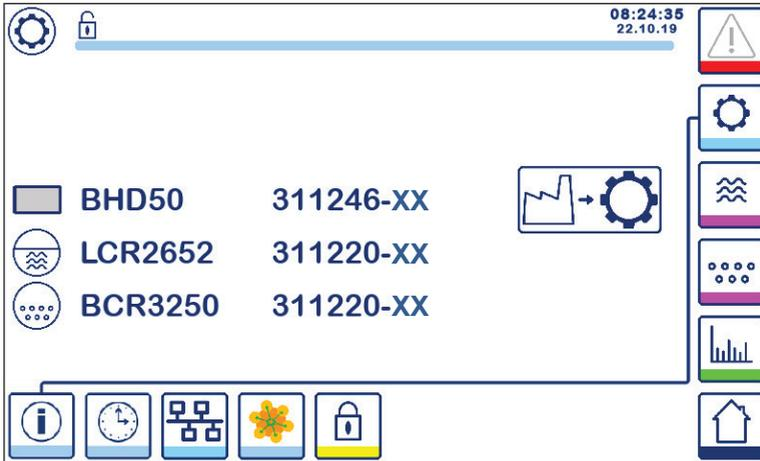

Abb. 30 Inbetriebnahmebildschirm
Abbildung 30 zeigt den Info-Bildschirm des Inbetriebnahmebildschirms mit dem Namen der Geräte im System mit der entsprechenden Software-Nummer und Software-Version (XX).